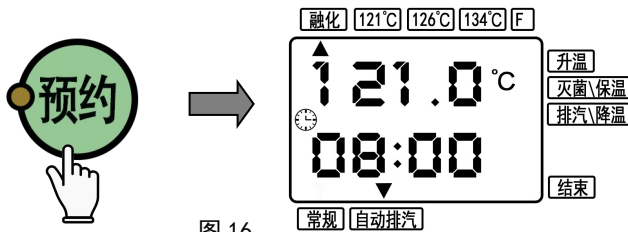

图 16
⑤预约设置：按下“预约”键，出现图 16 界面，再按上述第②小节（设置灭菌时间）步骤进行预约时间设定。设定结束按下“启动”键，进入预约倒计时状态。